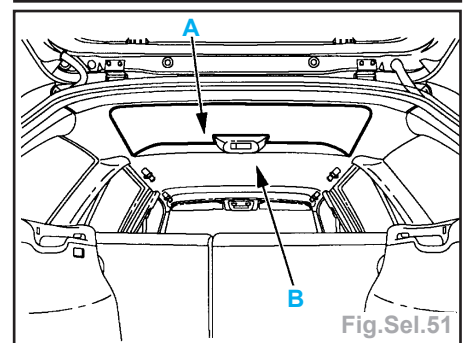

Fig.Sel.51
- Abaisser légèrement la garniture de pavillon de l'arrière sans la déformer et décoller la zone (A) à l'aide d'un pistolet chauffant et d'une spatule (Fig.Sel.51).